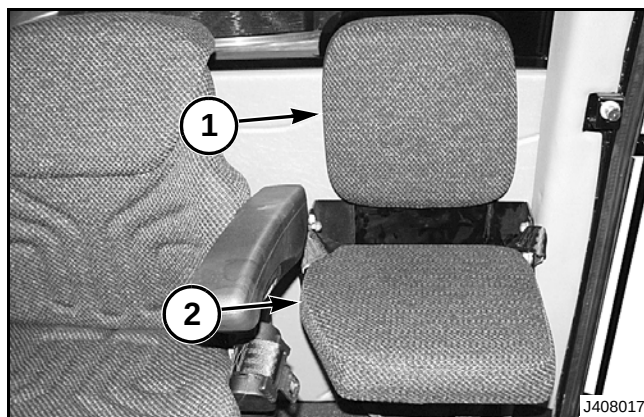

FIG. 16
FIG. 16: El asiento de aprendizaje está instalado (1) en la cabina a la izquierda del asiento del operador. El asiento acolchado (2) puede plegarse hacia arriba cuando no se utiliza.